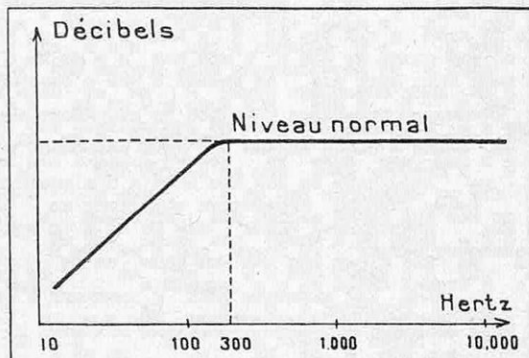

FIG. 1. — COURBE CARACTÉRISANT L'ENREGISTREMENT D'UN DISQUE DE PHONOGRAPHE
(1) Hz, diminutif de Hertz ou période par seconde ; c'est l'unité de fréquence.
(2) Sur les courbes des figures 1, 2, 3, 4, 5 et 6, les ordonnées sont graduées en décibels, dont le nombre mesure l'intensité sonore. Deux puissances sonores diffèrent d'un bel (dont le décibel est le sous-multiple) lorsqu'elles sont dans le rapport 10.
L'appareil d'enregistrement doit avoir une caractéristique de fréquences équivalente à peu près à celle donnée à la figure 1.